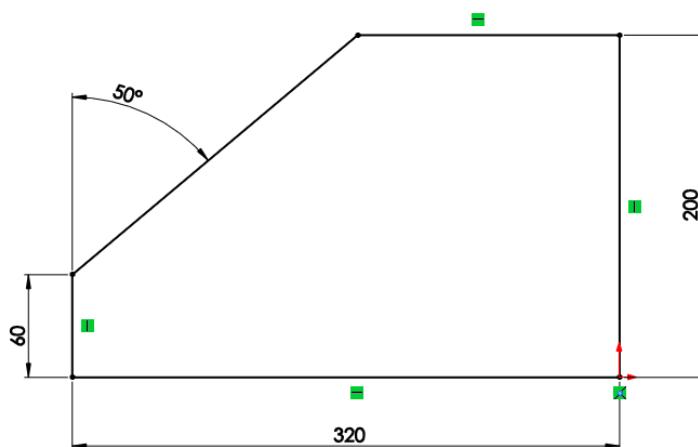

Figura 2.4 - Esboço de um bloco com as dimensões totais do carrinho.
1.2. Crie um esboço no plano frontal com as dimensões e relações de esboço da Figura 2.4.